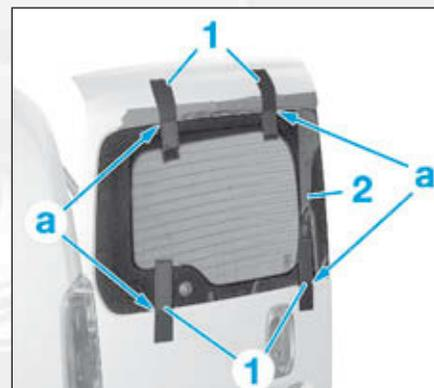

FIG.12
- Protéger le pourtour de la feuillure pour ne pas détériorer la peinture à l'aide d'un ruban adhésif (Fig.12).